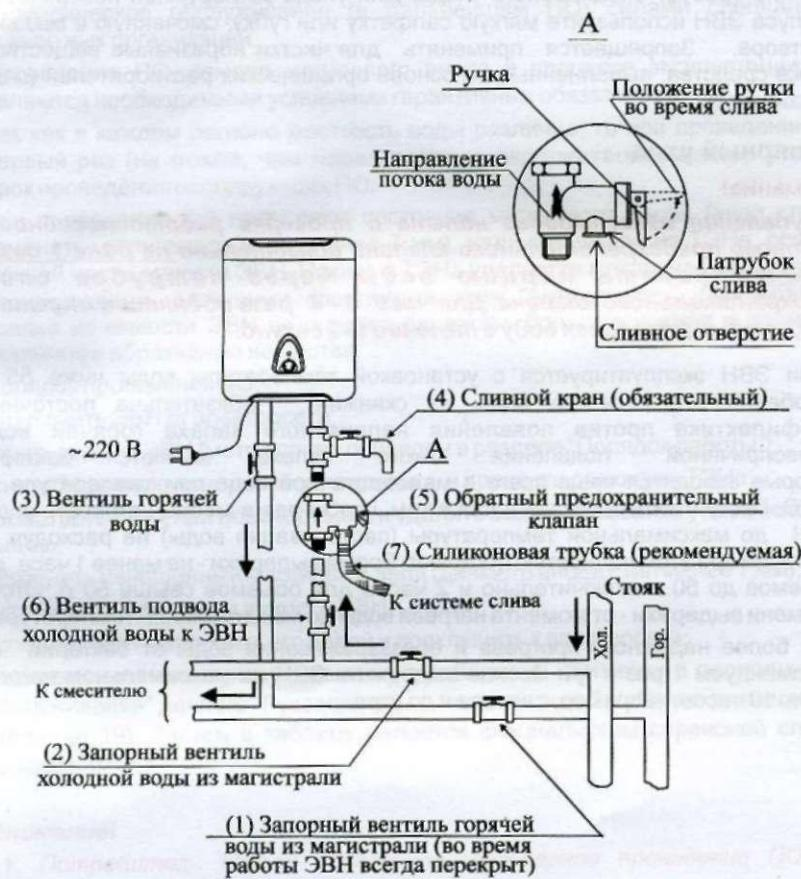

Рисунок 4 - Схема подключения к водопроводной сети
- При необходимости полного слива воды из ЭВН (например, при профилактике) надо отключить ЭВН от электрической сети, перекрыть вентиль подвода холодной воды к ЭВН (6), вентиль горячей воды (3) должен быть открыт, открыть кран горячей воды на смесителе и сливной кран (4), через который и слить воду (см. рисунок 4).